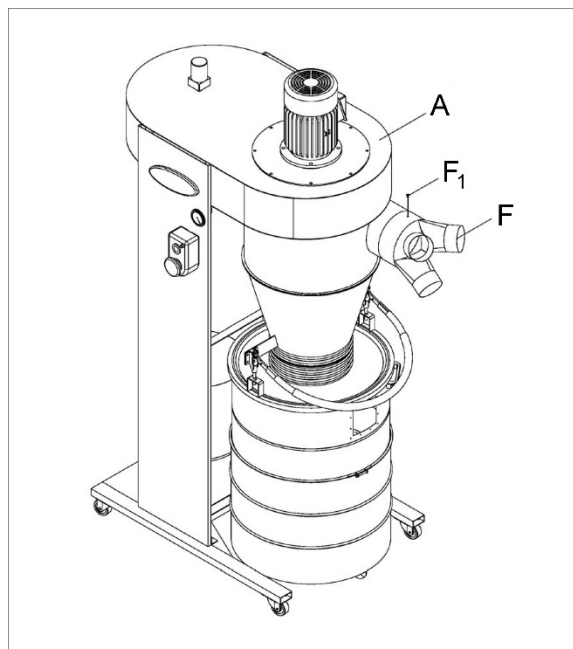

Figure 9
15. Insérez l'adaptateur d'entrée (F, Figure 9) sur le port du boîtier, puis serrez avec la vis (F₁).